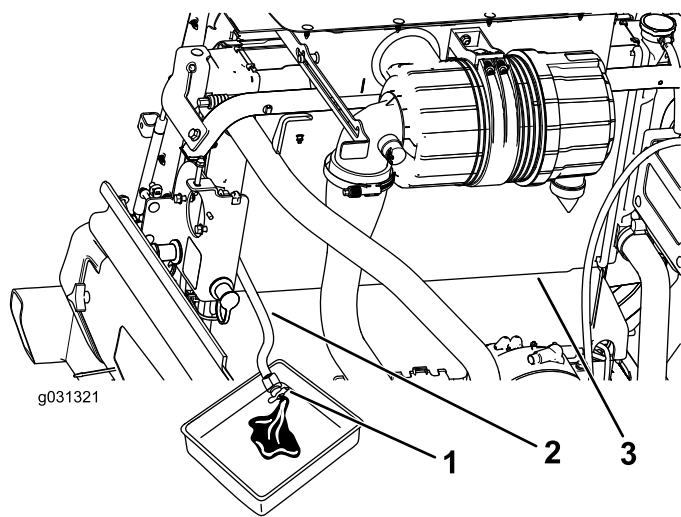

Figure 90
3. Placez le flexible de vidange du radiateur dans un bac de vidange, ouvrez le robinet de vidange sur le flexible de radiateur et vidangez le liquide dans le bac (Figure 90).
4. Fermez le robinet de vidange sur le flexible de vidange (Figure 90).